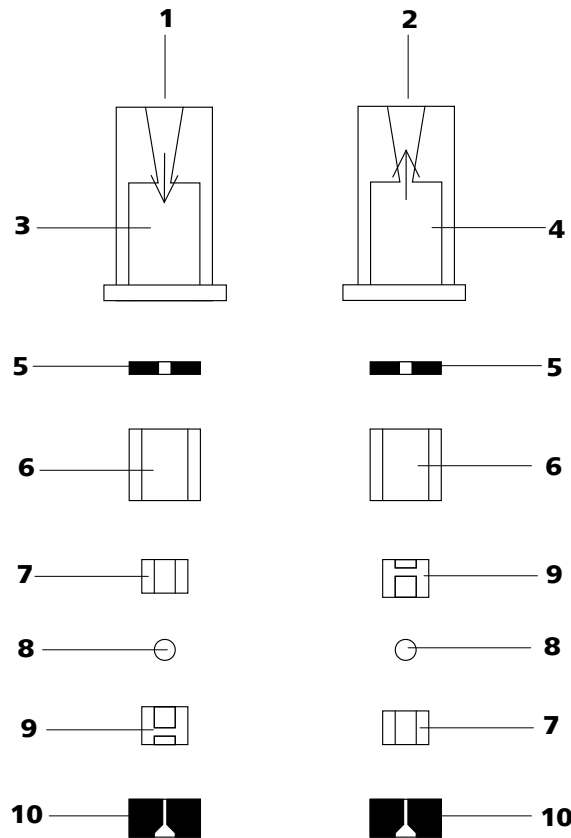

Abbildung 35 Componentes da válvula de entrada e da válvula de saída
- As válvulas de entrada e de saída são constituídas pelos mesmos componentes, estando os mesmos ordenados apenas de modo diferente (siehe Abbildung 35, Seite 73).
- Colocar os restantes componentes da válvula, uns sobre os outros, na sequência correta (*siehe Abbildung 35, Seite 73*).
Se não for este o caso, a válvula terá que ser desmontada novamente e montada de novo corretamente (*siehe Abbildung 35, Seite 73*).